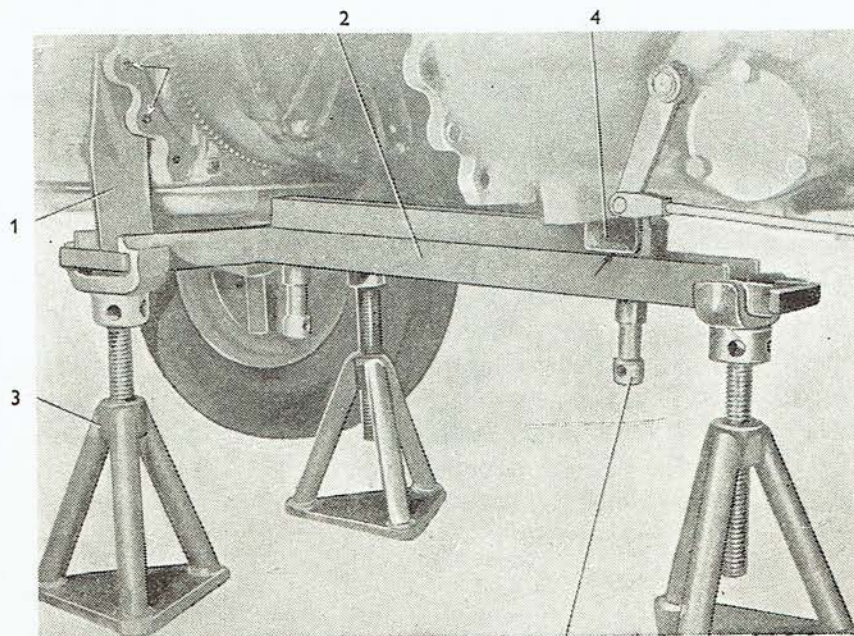

Abb. 51
7. Auf jeder Seite des Kurbelgehäuses sind zwei Schrauben M 12×35 auszuschrauben, die das Kurbelgehäuse mit dem Getriebekasten verbinden und mit diesen Schrauben sind die Auflagestücke (Abb. 51/1) auf der Aussenseite des Kurbelgehäuseflansches anzuschrauben.
8. An der Verbindungsstelle des Kurbelgehäuses mit dem Getriebegehäuse ist der Schlepper mit einer Montage-Vorrichtung (Abb. 51/2) zu unterlegen, die durch drei Montageböcke (Abb. 51/3) abgestützt wird. Der Träger ist auf die Auflagestücke zu schieben und in den Läufer (Abb. 51/4) auf der unteren Seite des Getriebegehäuses ein An-gestück einzuschieben.
- Anmerkung: Beim Wiederausbau muss das Fluchten der Kupplungswellen zu den Kupplungslamellen eingehalten werden. Diese Lage wird mittels zweier Stell-schrauben (Abb. 51/5) gesichert, die am Träger angeordnet sind. Die Kupp-lungslamellen müssen sich auch in der Achse des Schwungrades befinden.